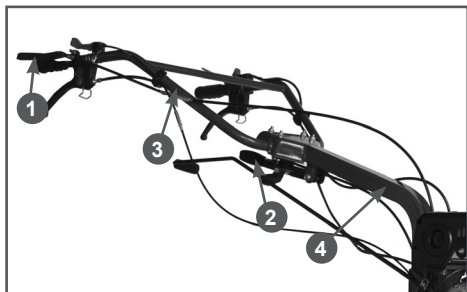

Рис.4 Установка рабочих рукояток
- Установите рабочие рукоятки 3 на раму 4 мотоблока (Рис. 4). Отрегулируйте положение рукояток по высоте и углу поворота.